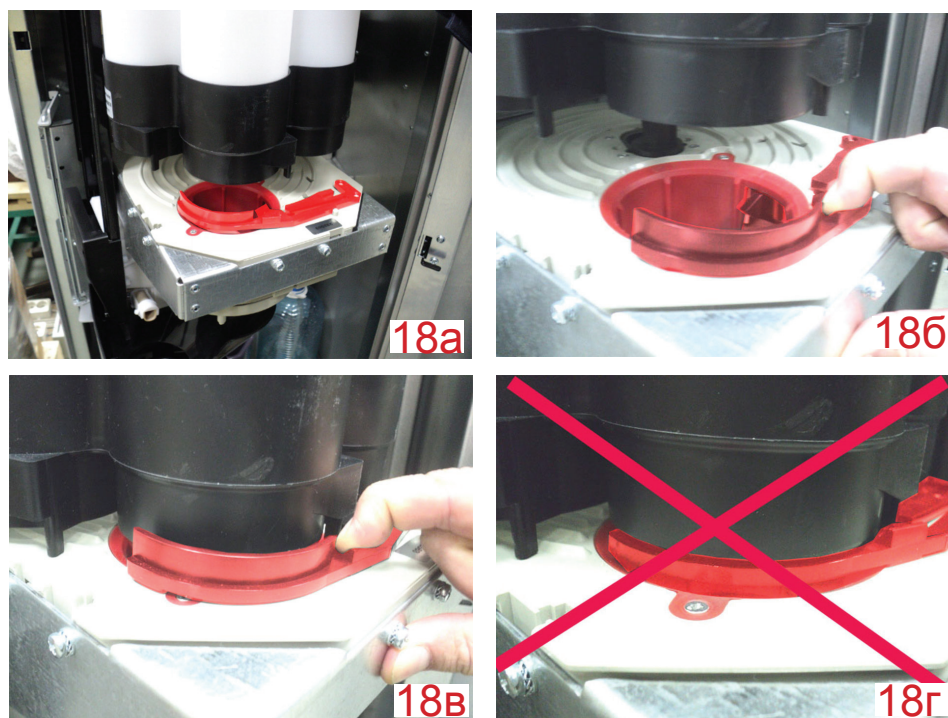

Рисунок 18 - Установка туб
- Отведите в сторону прижим (см.рис.18б);
- Установите тубы (см.рис.18в);
- Проследите за тем, чтобы прижим не попал в положение, указанное на рис.18г при установке модуля выдачи в первоначальное положение перед закрытием автомата при завершении его обслуживания.
ВНИМАНИЕ! Неверная установка туб (см.рис.18г) приводит к поломке механизма выдачи стаканов!